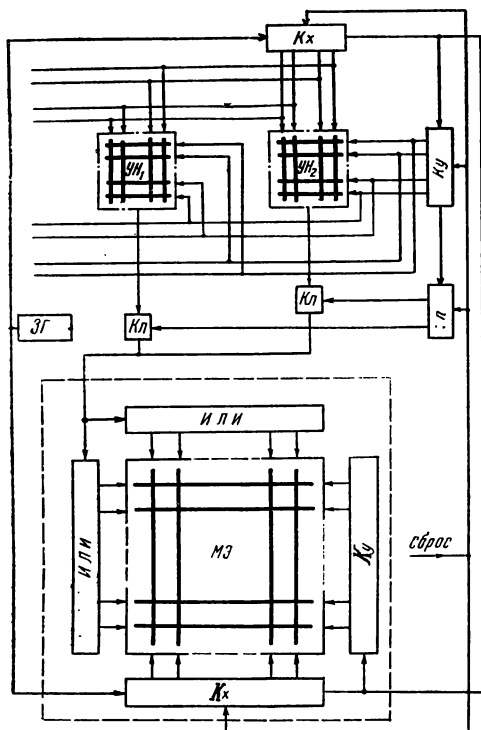

Рис. 3. Блок-схема кинорекламной установки с разверткой изображения
Сравнение соотношений (1) и (2) достаточно наглядно показывает преимущество и простоту коммутации матричных экранов. Блок-схема управления матричным экраном приведена на рис. 3 и обведена пунктирной рамкой. С помощью коммутатора K_y вертикальных и коммутатора K_x горизонтальных строк изображение воспроизводится на поверхности экрана. При этом скорость развертки для визуального восприятия целостного изображения должна быть такой, чтобы весь кадр изображения разворачивался за время не менее 0,02 с.
Упрощенная блок-схема установки показана на рис. 3. Система содержит ряд устройств набора информации $У_1, У_2, \dots$; коммутаторы K_x, K_y горизонтальной и вертикальной развертки; задающий генератор $ЗГ$; матричный экран $МЭ$, а также ряд других узлов.